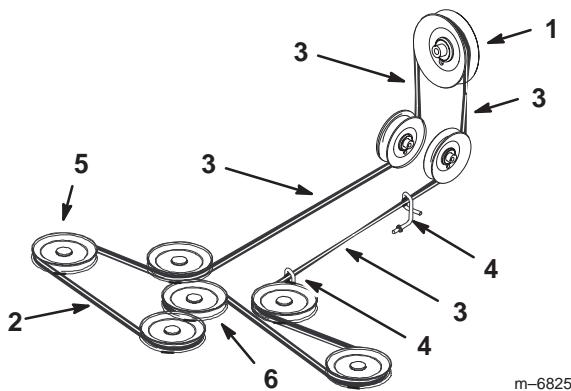

Figure 67
- Installez la courroie neuve autour des poulies d'axe et de la poulie de tension du plateau de coupe, dans les guides de courroie, dans l'ensemble bras de tension arrière et l'embrayage (Fig. 67).
Important Vérifiez le virement de la courroie entre les poulies. Il doit être conforme aux spécifications de la Figure 67.
Important Vérifiez le vrillage de la courroie entre les poulies. Il doit être conforme aux spécifications de la Figure 67.